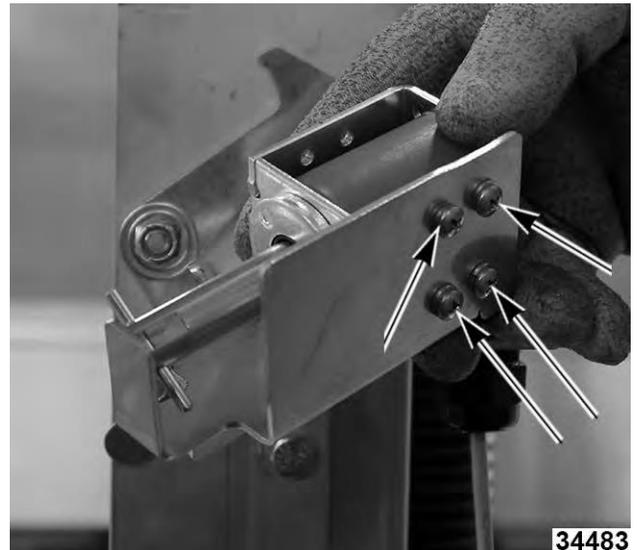

Fig. 78
- Quite los cuatro tornillos de montaje del solenoide (Fig. 78) para reemplazar si es aplicable. Instale de nuevo con los mismos tornillos.